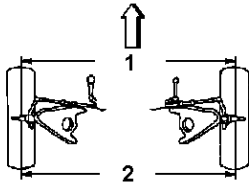

Abb. 9. Spurfeststellung
- Vorspur – Der Abstand zwischen der vorderen (1) Mittellinie der Reifen ist kürzer als der Abstand zwischen der hinteren (2) Mittellinie der Reifen. Siehe Abb. 9.
- Nachspur – Der Abstand zwischen der hinteren (2) Mittellinie der Reifen ist kürzer als der Abstand zwischen der vorderen (1) Mittellinie der Reifen. Siehe Abb. 9.